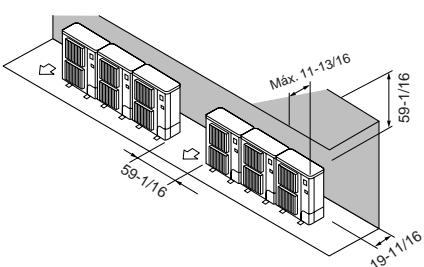

Fig. 2-9
② Obstáculos sólo en la parte trasera y superior (Fig. 2-9)